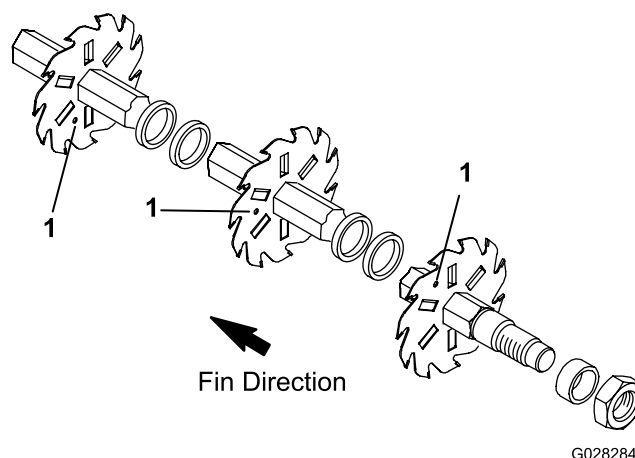

Рисунок 5
3. Устанавливайте каждый последующий нож против часовой стрелки таким образом, чтобы соответствующее установочное отверстие не было совмещено с первым отверстием ножа, отступая от него на одну шестигранную плоскость вала (Рисунок 5). Продолжайте устанавливать разделители и ножи таким образом до тех пор, пока не установите весь набор ножей.